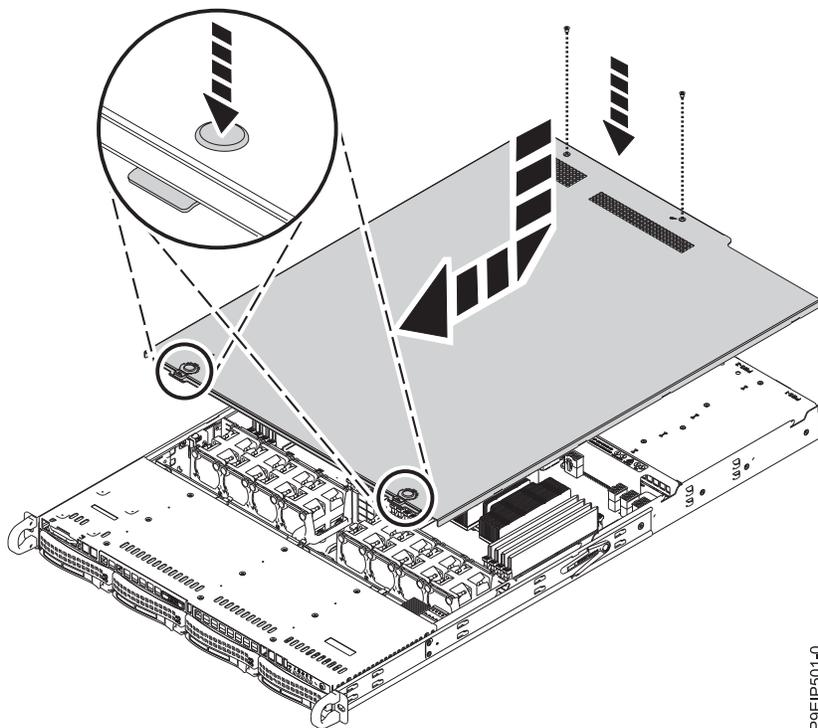

図 55. カバーの再取り付けと固定
2. カバーを所定の位置に収まるまで前方にスライドさせます (図 55 を参照)。